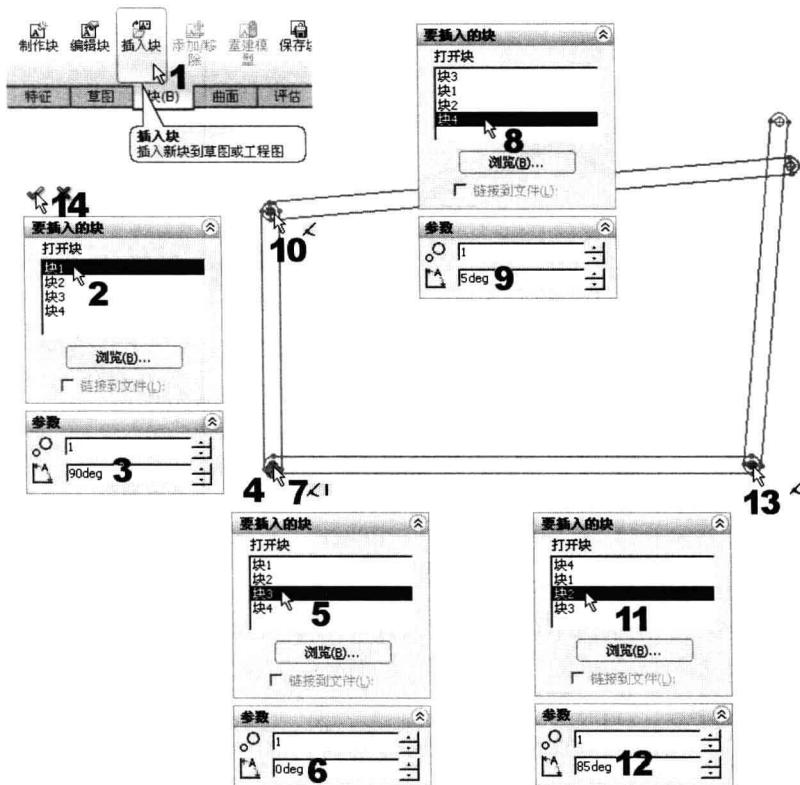
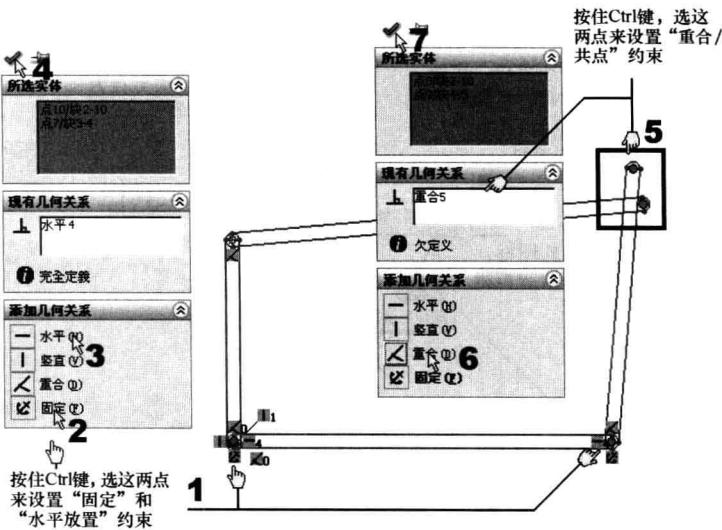

图 1-4 插入块的操作
图 1-5 设置块装配的约束操作
**操作 5：**请在上视基准面上再新建一个空草图(即“布局草图”)，再按图 1-4 所示的操作来插入块。
**操作 6:** 在图 1-4 中, 由于块 4 和块 2 的角度未知, 所以随意输入一个大概的角度值, 这当然会生成误差。因此, 可再按图 1-5 所示的方法来设置约束。